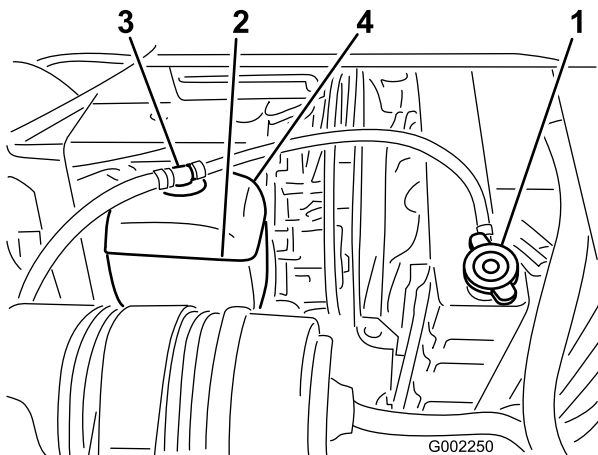

Figura 54
2. Quando o motor estiver frio, retire o tampão do radiador (Figura 54).